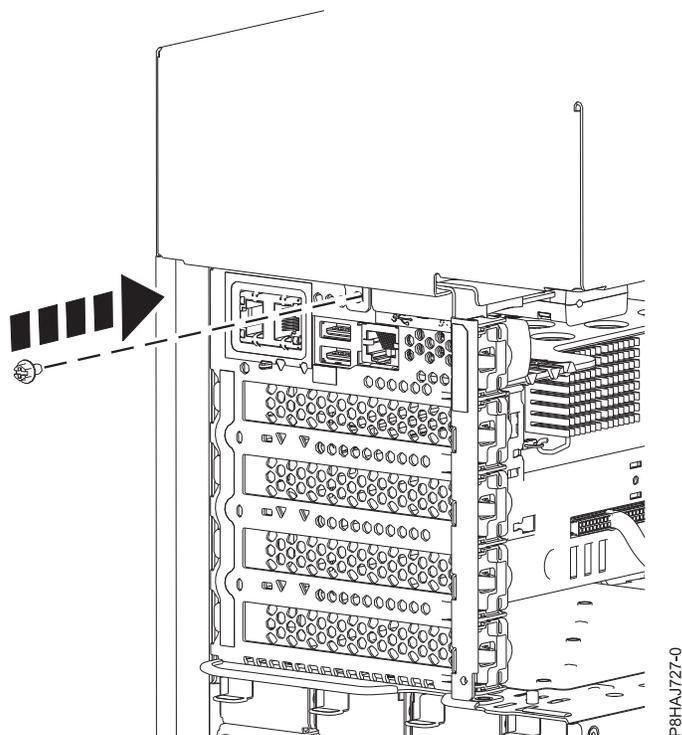

Figure 53. Installation de la vis capot latéral du 8286-41A
5. Installez la vis arrière du capot latéral à l'aide d'un tournevis cruciforme, comme illustré figure 53, à la page 67.